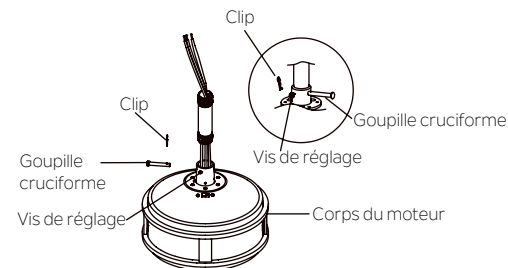

Fig. 8
Étape 4. Desserrer les deux vis de réglage et retirer le clip et la goupille cruciforme de l'accouplement supérieur du corps du moteur et faire passer délicatement les fils du ventilateur à travers la tige de descente. Visser la tige de descente sur l'accouplement du moteur jusqu'à ce que les trous des goupilles transversales soient alignés. Remplacez ensuite la goupille cruciforme et le clip, puis serrez les deux vis de réglage. (Fig.8)